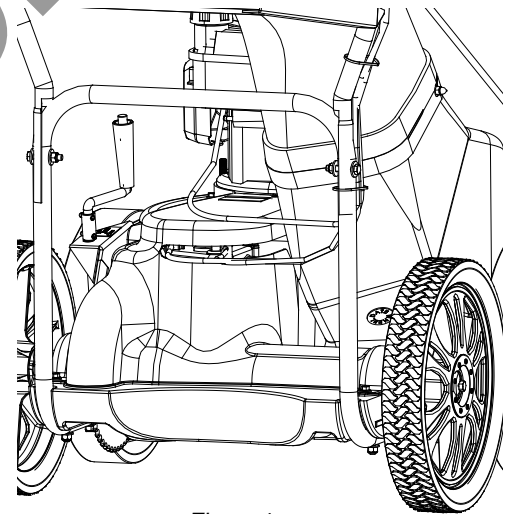

Figura 1
1. Fixe o conjunto do exaustor à carcaça e o mantenha no lugar durante o passo 2. **OBSERVAÇÃO:** Certifique-se que todos os cabos estejam direcionados no lado inferior do exaustor e da carcaça. (Consulte a *Figura. 1*)